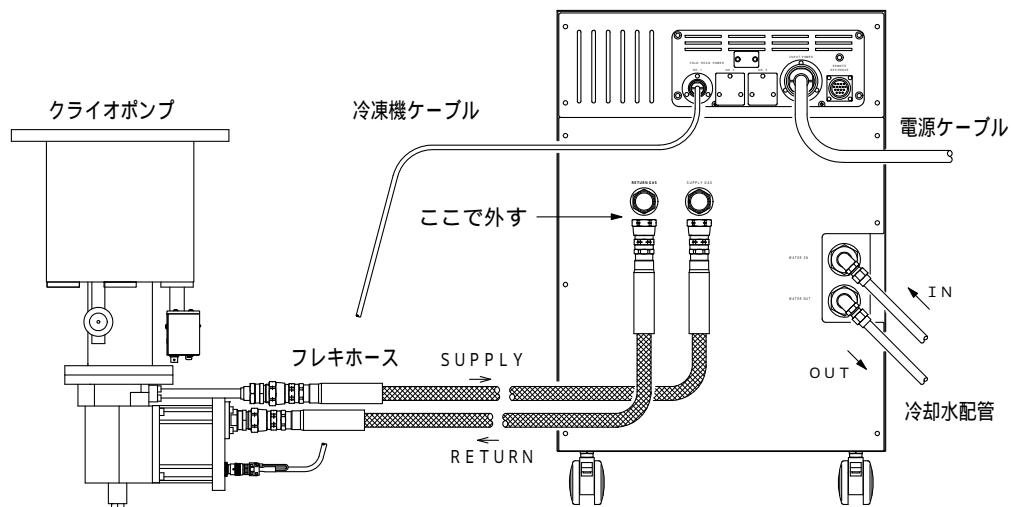

図 8-2 フレキホースの切り離し
3. 停止したらすぐに、コンプレッサユニット側の SUPPLY、RETURNのフレキホースをはずしてください(図8-2)。